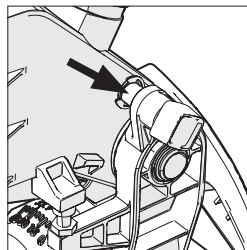

Abb. 16
- Vergewissern Sie sich, dass sich der Schneidkopf in der gesperrten Position befindet. Dabei muss der Kopfrastbolzen vollständig in seiner Halterung eingerastet sein. (**vgl. Abb. 16**)
- Vergewissern Sie sich, dass sich der Schneidkopf in der gesperrten Position befindet. Dabei muss der Kopfrastbolzen vollständig in seiner Halterung eingerastet sein. (**Abb. 16**)
- Ziehen Sie den Kopfrastbolzen (**Abb. 16**) heraus und lassen Sie den Schneidkopf in seine aufrechte Position fahren.